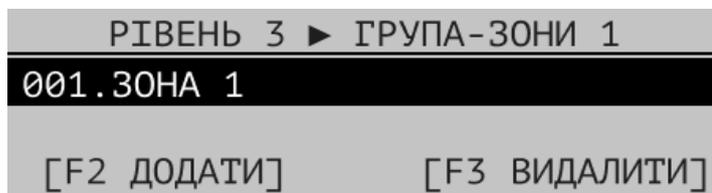

Рисунок 10.4.3 – Додавання зон в групу
- 2) відкривається вікно із доданими зонами (Рис. 10.4.3), натиснути кнопку **[F2]**, щоб додати нову зону;
Для видалення зон з групи – у вікні списку зон групи (Рис. 10.4.3) натиснути кнопку **[F3]** та підтвердити дію кнопкою . Зона буде видалена з вибраної групи, але доступна для реєстрування в іншій групі.